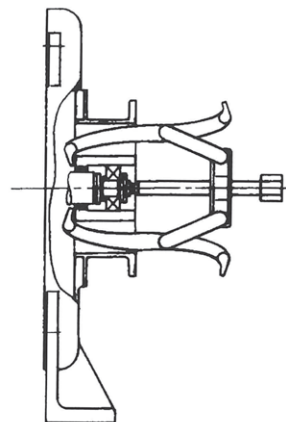

図3
- (8) 入口側のベアリングカバー⑳を外し、**図3**のごとくプーリ抜きを入口側ベアリングボックス㉘にかけ、プーリ抜きが少し固くなるまで締め込む。
- (1) **12. ベルト交換要領** に従って、ベルトを外す。
- (2) ベアリングカバー③③を外す。
- (3) ベアリングナット⑩とベアリングワッシャ⑩を外す。
- (4) 入口側ベアリングボックス⑳を取付けているボルトを外し、**図3**のごとくプーリ抜きを入口側ベアリングボックス㉘にかけ、ベアリング㉙と共に抜く。
- (5) 入口側ベアリングボックス㉘よりベアリング㉙を抜く。この時ハンマの柄等で裏面よりベアリングをたたくと抜ける。